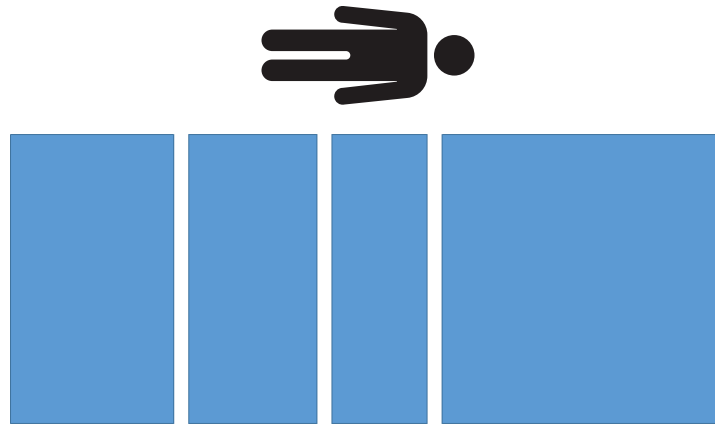

Figura 12 – Precarga - sin peso
28. Retire todos los pesos calibrados del producto (Figura 12).